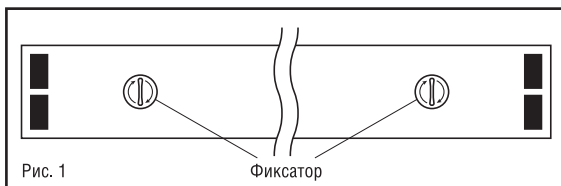

Рис. 1
- Снимите крышку с основания светильника (для модели DPO-05-1200-IP20-2xT8-G13), повернув фиксатор по часовой стрелке, Рис. 1.
- Установите крышку (для модели DPO-05-1200-IP20-2xT8-G13) или отражатель (для модели DPO-05R-1200-IP20-2xT8-G13, приобретается отдельно) на основание светильника с помощью фиксаторов, Рис. 1.